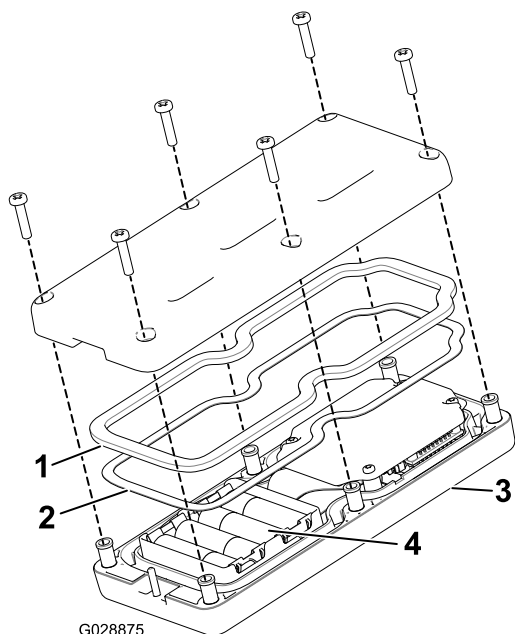

図 18
2. 電池を入れる 電池の向きに注意すること。電池を正しく入れないと、機械が損傷することはないが、操作ができない。電池を入れる箇所にはプラス・マイナスの表示がある 図 18。
3. スチール製のガスケットとゴム製のシールをリモートの溝にきちんとはめ、バックカバーを取り付ける (図 18)。
4. ねじ6本を使ってカバーを固定し 図 18、各ねじを $1.5 - 1.7\text{N}\cdot\text{m}$ $0.15 - 0.17\text{ kg}\cdot\text{m} = 13 - 15\text{ in}\cdot\text{lb}$ にトルク締めする。